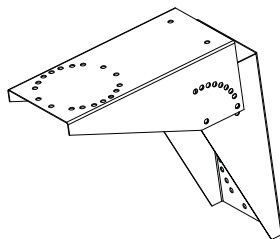

Figure 4 — Assemblage du support
2. Introduire la partie la plus large de la bride d'un support à l'intérieur de la partie large de la bride de l'autre support, pour former un « V » comme sur la Figure 4.
3. Pivoter l'une des pièces par rapport à l'autre jusqu'à l'angle souhaité. À l'angle souhaité, poser (4) boulons, (2) de chaque côté, à travers les trous alignés.